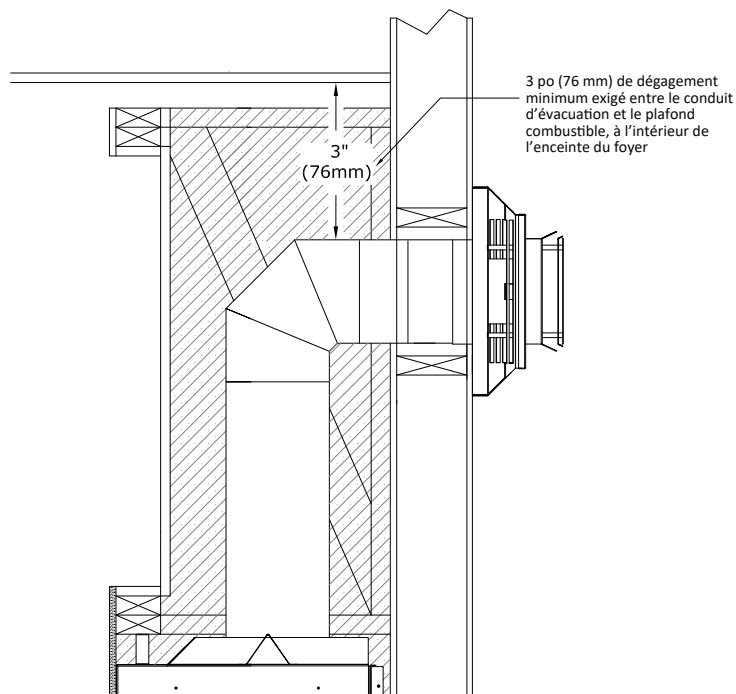
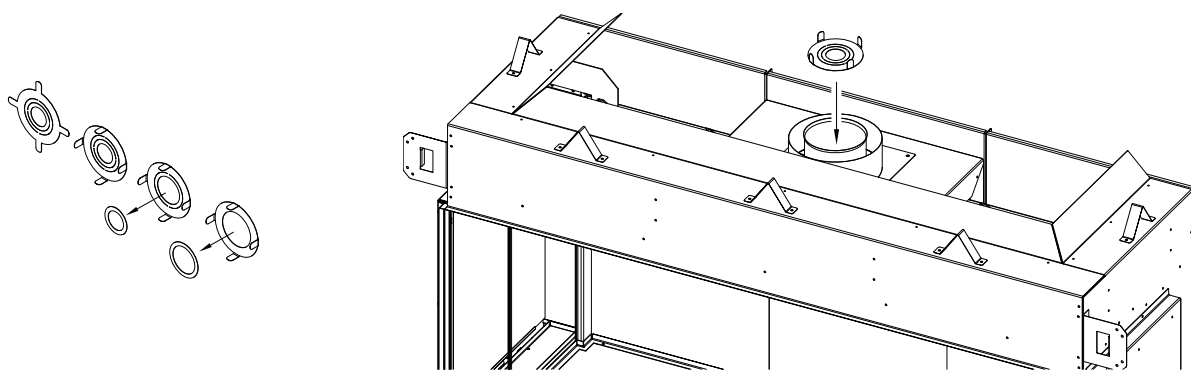

Figure 6.3 - Dégagement du conduit d'évacuation horizontal à l'intérieur de l'enceinte du foyer
Figure 6.4 - Installation de la plaque de restriction
- Tout conduit d'évacuation horizontal à l'intérieur de l'enceinte du foyer doit avoir un dégagement minimum de 3 po (76 mm) entre le dessus du conduit d'évacuation et le plafond de l'enceinte du foyer. Voir la Figure 6.3.
- La plaque de restriction fournie a tous ses anneaux intérieurs intacts et, une fois installée, elle offre la restriction d'évacuation la plus élevée. Les (2) anneaux précoupés du centre peuvent être retirés. Pour créer moins de restriction, retirer seulement le premier anneau du centre; pour créer encore moins de restriction, retirer aussi le deuxième anneau du centre.
- Voir la Figure 6.4 pour installer la plaque de restriction avant de raccorder le conduit d'évacuation, ou insérez-la par le plafond de la chambre de combustion du foyer, si le conduit d'évacuation est déjà raccordé. Pour les recommandations d'ajustement d'évacuation par la plaque de restriction, voir la Section 10.2.3, Restriction d'évacuation (après installation).
La Figure 6.3 montre le dégagement minimum à maintenir entre le dessus du conduit d'évacuation horizontal et le plafond combustible, à l'intérieur de l'enceinte du foyer. La Figure 6.4 montre comment installer la plaque de restriction d'évacuation avant l'installation du conduit d'évacuation (voir la Section 6.4).